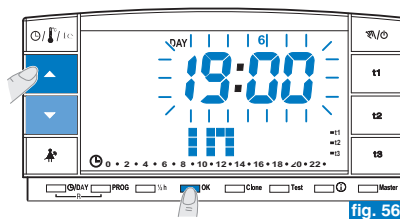
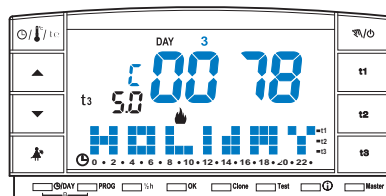

fig. 56
fig. 57
- Sur l'écran s'affiche (en clignotant) l'heure à laquelle vous souhaitez terminer le décompte (rentrée dans l'habitation), avec les touches ▲▼ programmer l'heure; confirmer en appuyant sur la touche OK (fig. 56 à la page suivante).
- Une fois terminée la saisie des données et après avoir confirmé avec la touche **OK** (exemple en fig. 56), **deux affichages différents** peuvent apparaître sur l'écran (en fonction des données saisies).
- En appuyant sur la touche **OK** (exemple en fig. 56) le chronothermostat commencera le compte à rebours et le programme maintiendra la température **t3** Absence configurée (configuration d'usine 5°C en modalité « hiver » et 33°C en modalité « Été », les deux réglables comme indiqué dans le paragraphe 5.6) jusqu'à la fin des heures programmées et l'on visualise sur l'écran le nombre d'heures manquant à la fin du programme plus l'indication **HOLIDAY** (exemple en fig. 57).
- En appuyant sur la touche **OK** (exemple en fig. 56) le chronothermostat reviendra au programme utilisé avant la configuration des données dans le programme **P 04**, dans l'attente de démarrer ce programme.
Une fois ce temps écoulé, le chronothermostat commencera le compte à rebours et le programme maintiendra la température **t3** Absence configurée (configuration d'usine 5°C en modalité « hiver » et 33°C en modalité « Été », les deux réglables comme indiqué dans le paragraphe 5.6) jusqu'à la fin des heures programmées; on visualise sur l'écran le nombre d'heures manquant à la fin du programme plus l'indication **HOLIDAY** (exemple en fig. 57).